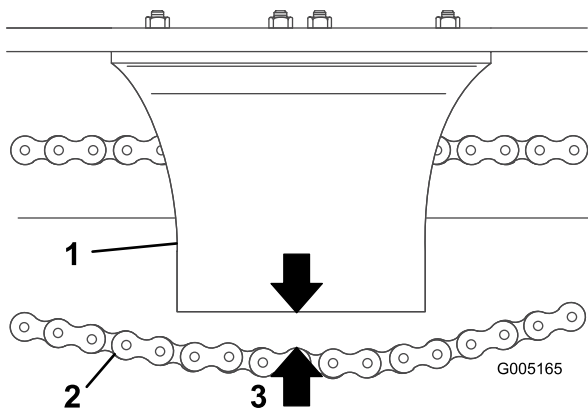

Figure 30
4. Mesurez la distance entre le bas du carter de chaîne et le brin inférieur (Figure 30). Si la flèche de la chaîne n'est pas de 3,8 à 6,35 cm (1,5 à 2,5"), ajustez la tension (voir Réglage de la tension).
inférieur de la chaîne soit environ 3,8 à 6,35 cm (1,5 à 2,5") (Figure 30).